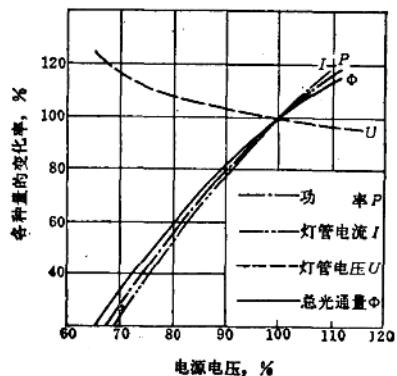

图 39-2-4 电源电压变化对 40 W 荧光灯光电参数的影响
(1) 电源电压的变化不宜超过 $\pm 5\%$ ，若电压变化太大，将影响灯的光效和寿命。电源电压的变化对 40 瓦荧光灯光电参数的影响见图 39-2-4。